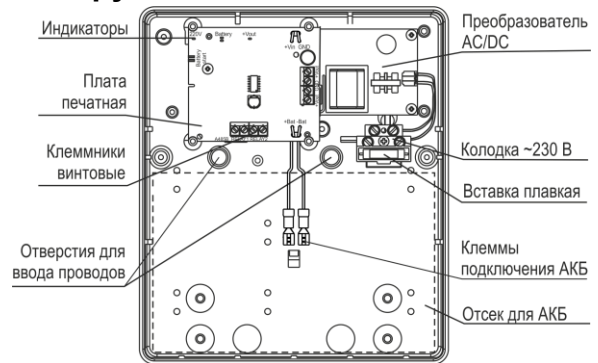

Рисунок 2
5.1 Конструктивно источник питания выполнен в виде блока со съемной крышкой. Внутри блока установлены печатная плата с радиоэлементами и колодка с вставкой плавкой, для подключения сетевого напряжения (рисунок 2).